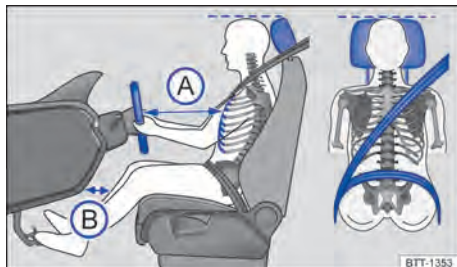

Fig. 22 Distância correta do condutor em relação ao volante, posição correta do caderço do cinto de segurança e ajuste correto do apoio para cabeça.
- Ajustar o banco de modo que a distância entre o volante e o tórax tenha no mínimo 25 cm → Fig. 22 A e que o condutor possa segurar o volante pela borda externa com as duas mãos e os braços ligeiramente flexionados.
- Ajustar o banco do condutor na direção longitudinal de modo que os pedais possam ser acionados com as pernas ligeiramente arqueadas e a distância para o painel de instrumentos na área do joelho seja de, no mínimo, 10 cm → Fig. 22 B).
- Ajustar o apoio para cabeça de modo que a sua borda superior se encontre preferencialmente na mesma linha da parte superior da cabeça → Fig. 22 – porém não abaixo da altura dos olhos. Posicionar a parte posterior da cabeça o mais perto possível do apoio para cabeça.